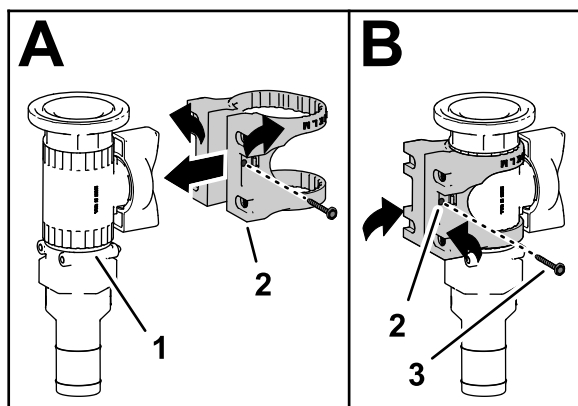

Figura 40
3. Montai suportul pentru supapă pe supapa de control cu flană, după cum se arată în seciunea A din Figura 40.
4. Fixai suportul pentru supapă la supapa de control cu ajutorul urubului cu guler (#6) i strângei urubul manual (B din Figura 40).